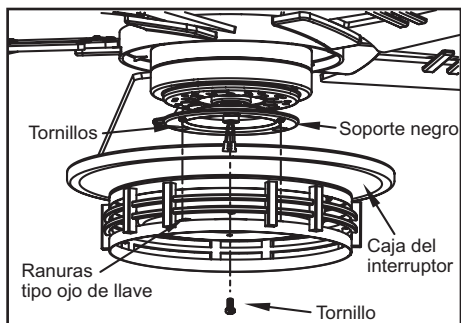

Figura 12
1. Retira uno de los tres tornillos de montaje en el soporte negro debajo del ensamblado del motor del ventilador; afloja, sin quitar, los otros dos tornillos (Figura 12).
3. Reinstala el tornillo de montaje que retiraste en el paso 1 y apriétalo firmemente (Figura 12).